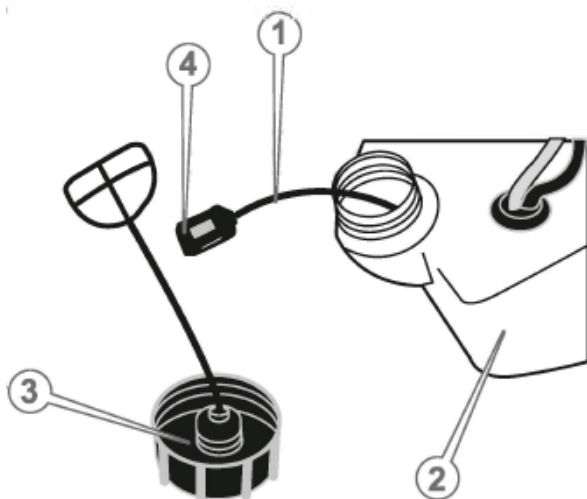

Рисунок 3. Схема обслуговування паливного бака та фільтра.
6.3 Обслуговування паливного бака та паливного фільтра (рис. 3).
1. Почистити поверхню навколо заливної горловини паливного бака та кришку (3, рис. 3) від пилу і бруду.
2. Відкрутити кришку заливної горловини паливного бака (2, рис. 3).
3. Витягнути паливний фільтр (4, рис. 3) із паливного бака.
4. Від'єднати паливний фільтр від паливопроводу (1, рис. 3).
Також необхідно використовувати свічку з рекомендованим зазором між електродами, у межах 0,6–0,7 мм (рис. 3).